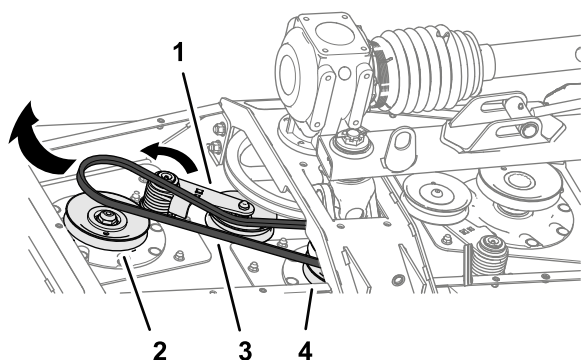

Figura 60
3. Utilizzate una barra di interruzione o un utensile simile per ruotare il tendicinghia per la cinghia corta in senso antiorario e fate scorrere la cinghia via dalla puleggia tendicinghia (Figura 60).